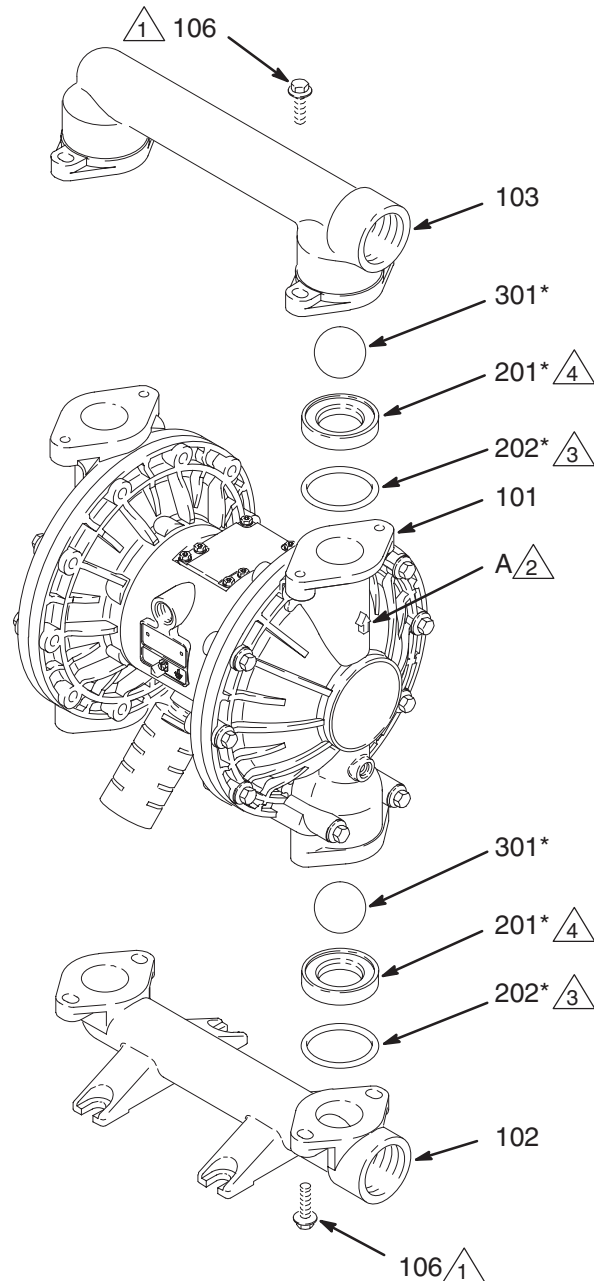

Abb. 10
3. Mit einem 13 mm-Steckschlüssel die vier Schrauben (106) lösen, mit denen der Auslaßverteiler (103) an den Materialabdeckungen (101) befestigt ist. Siehe Abb. 10.
4. Die O-Ringe (202, *bei manchen Modellen nicht verwendet*), Sitze (201) und Kugeln (301) aus dem Verteiler ausbauen.
5. Die Pumpe umdrehen und den Einlaßverteiler (102) ausbauen. Die O-Ringe (202, *bei manchen Modellen nicht verwendet*), Sitze (201) und Kugeln (301) von den Materialabdeckungen (101) abnehmen.
2. Im umgekehrten Reihenfolge wieder einbauen und dabei alle Anmerkungen in Abb. 10 beachten. Sicherstellen, daß die Kugelventile **genauso** zusammengebaut sind, wie gezeigt. Die Pfeile (A) auf den Materialabdeckungen (101) **müssen** zum Auslaß-Verteilerrohr (103) zeigen.